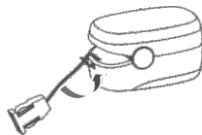

Рис. 4 Закрепление шнура
3. Выполните установку, как показано на рис. 4.